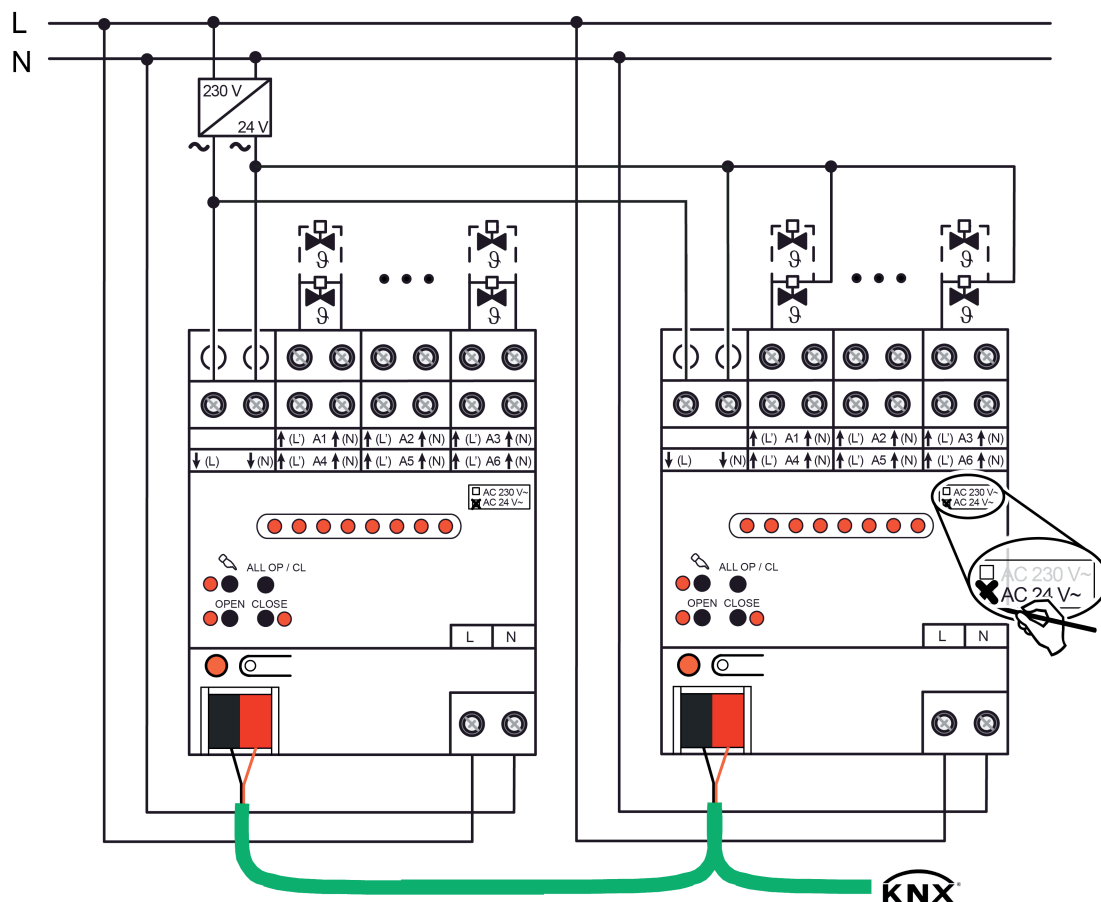

Figure 3: Raccordement de servomoteurs 24 V AC
- Raccorder les servomoteurs 24 V AC conformément au schéma de raccordement (figure 3). Il est possible de raccorder les servomoteurs soit individuellement et directement aux bornes des sorties de l'actionneur de chauffage (exemple de raccordement à gauche), soit par le biais d'un conducteur commun (exemple de raccordement à droite).
- i** Les bornes marquées « (N) » des sorties de valves sont pontées dans l'appareil. Ces bornes doivent être utilisées uniquement pour le raccordement des servomoteurs d'un actionneur. Ne jamais raccorder un potentiel neutre (tension secteur) !
- Raccorder l'alimentation pour les servomoteurs (24 V AC) aux bornes ↓(L) et ↓(N) (1). Utiliser ici la tension basse 24 V AC de l'alimentation en tension appropriée (transformateur, bloc d'alimentation).
- Raccorder la tension secteur 230 V AC aux bornes **L N** (5).